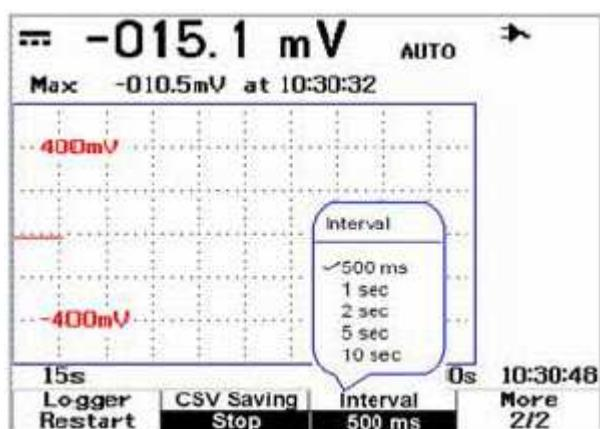

Рис. 5-4 Установка временного интервала
- Чтобы изменить установку временного интервала, нажимайте функциональную клавишу F3 для перемещения по списку и сделайте выбор (см. рис. 5-4).